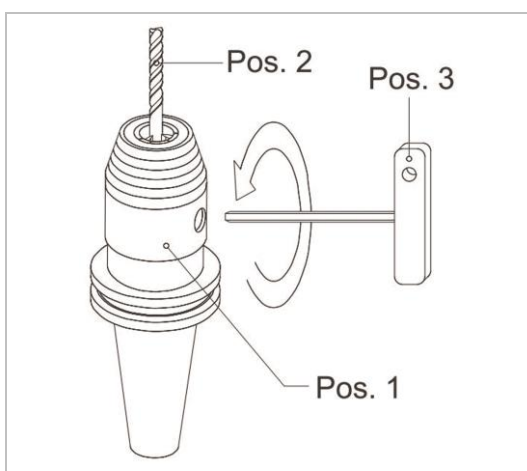

Abbildung 7: Spannbacken lösen
1. Lösen Sie die Spannbacken, indem Sie das Ritzel mit Hilfe des passenden Innensechskant-Schlüssels mit Quergriff mit **3 bis 7 Umdrehungen** gegen den Uhrzeigersinn drehen (siehe „Abbildung 7: Spannbacken lösen“, Pos. 3).